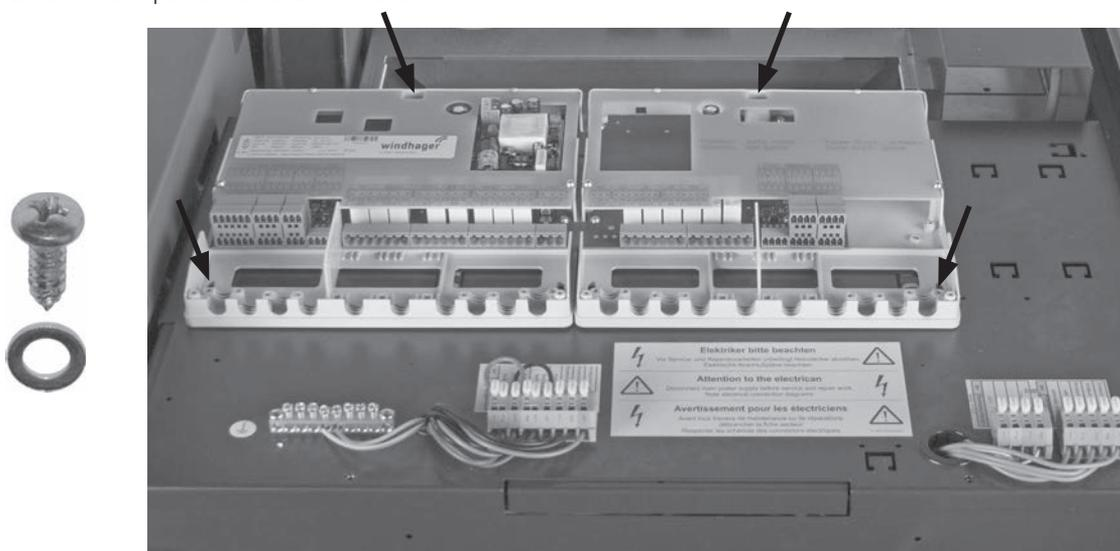

Fig. 94 Montaggio della regolazione MES INFINITY (moduli funzionali) nel quadro di comando
- Avvitare il modulo funzionale al quadro di comando con le rondelle e le viti autofilettanti allegate – Fig. 94.